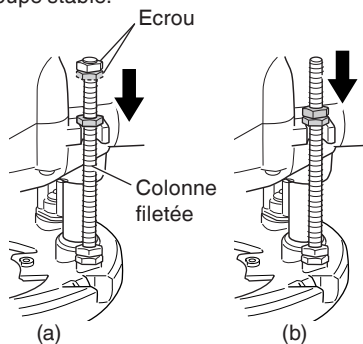

Fig. 6
- ④ Resserrez le bouton papillon. Alignez l'indicateur de profondeur avec la graduation "0" de l'échelle.
- ⑤ Desserrez le bouton papillon et élevez-le jusqu'à ce que l'indicateur soit aligné avec la graduation représentant la profondeur de coupe souhaitée. Resserrez le bouton papillon.
- ⑥ Desserrez le levier d'arrêt et appuyez sur le corps de l'outil jusqu'au bloc d'arrêt pour obtenir la profondeur de coupe souhaitée.
- (2) Comme montré dans la Fig. 6 (a), le fait de desserrer les deux écrous de la tige filetée et de les déplacer vers le bas permet le déplacement vers le bas de l'extrémité du couteau lorsque le levier de verrouillage est desserré. Ceci est utile lorsque l'on déplace la mortaiseuse pour aligner le couteau avec la position de coupe. Comme montré dans la Fig. 6 (b), serrer les écrous supérieurs et inférieurs pour une profondeur de coupe stable.